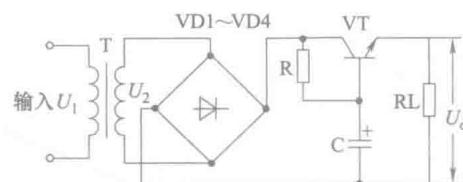

图 1-12 有源滤波电路
(2) 有源滤波 有源滤波电路又称电子滤波器，在滤波电路中使用了有源器件晶体管。有源滤波电路如图 1-12 所示。在有源滤波电路中，接在三极管基极的滤波电容容量为 C，因三极管的放大作用，相当于在发射极接了一只大电容。